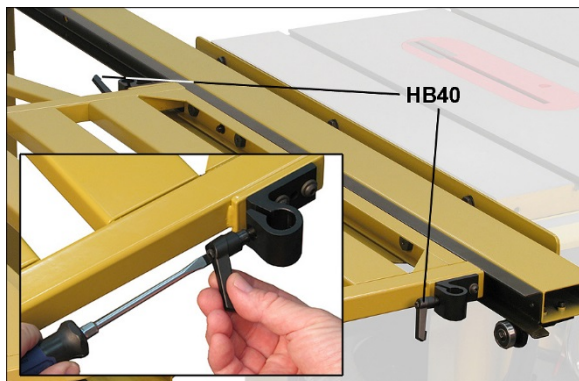

Рисунок 7-23
1. Установите две фиксирующие рукоятки (HВ40, рисунок 7-23) на крепление
поворотной опоры стола. Чтобы ускорить процесс установки, поверните рукоятку ручкой наружу и закрутите винт с помощью отвертки с плоским шлицем, отпустите ручку (см. вставку, рисунок 7-23).